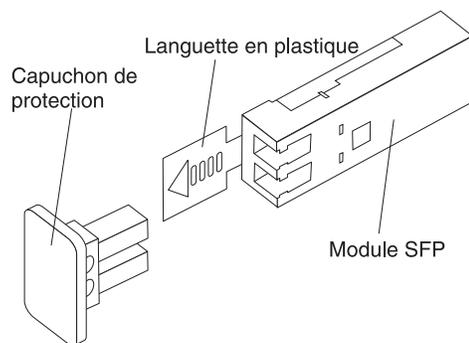

Figure 57. Le module SFP et son capuchon de protection
- b. Retirez le capuchon de protection du module SFP, comme illustré dans la figure 57. Conservez le capuchon de protection pour une utilisation ultérieure.